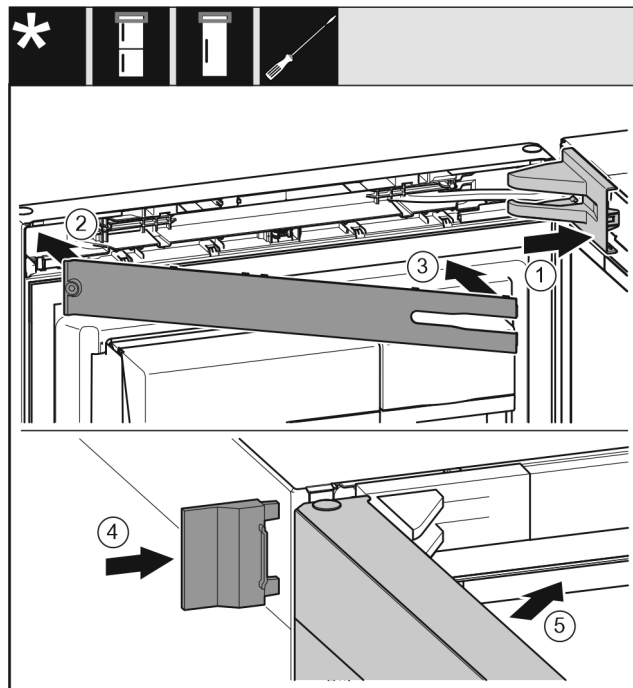

Fig. 44
- ▶ Założyć ostonę płytki zawiasu Fig. 44 (1) i zazębnić, ew. ostrożnie odsunąć.
- ▶ Założyć zaślepkę Fig. 44 (2).
- ▶ Przechylić i zazębnić zaślepkę Fig. 44 (3).
- ▶ Wsunąć zewnętrzną ostonę Fig. 44 (4).
- ▶ Zamknąć górne drzwi Fig. 44 (5).